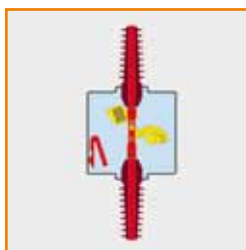

Fig. 1
- Nella posizione di **Chiuso Linea** l'apparecchio garantisce il collegamento elettrico tra entrata ed uscita di ogni polo, sull'estremità degli isolatori passanti (fig.1.)